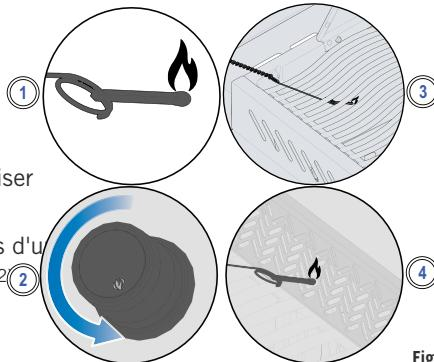

Fig. 3
- Si le brûleur ne s'allume pas, pivoter le bouton dans le sens contraire des aiguilles d'une montre (position OFF). Attendre 5 minutes. Recommencer les étapes 2 et 3. (Fig. 3)
- Pendant ce temps, tourner le bouton du brûleur correspondant vers la position HIGH. (Fig. 3)